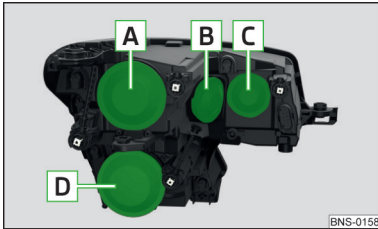

Abb. 368
Glühlampenordnung » Abb. 368
- › Die Schutzkappe **C** » Abb. 368 auf Seite 322 abnehmen.
- › Die Schutzkappe **C** » Abb. 368 auf Seite 322 einsetzen.
- › Die Schutzkappe **B** » Abb. 368 auf Seite 322 abnehmen.
- › Die Schutzkappe **B** » Abb. 368 auf Seite 322 einsetzen.
- › Die Schutzkappe **A** » Abb. 368 auf Seite 322 abnehmen.
- › Die Schutzkappe **A** » Abb. 368 auf Seite 322 einsetzen.
- Die Schutzkappe **D** » Abb. 368 auf Seite 322 abnehmen.
Die Schutzkappe **D** » Abb. 368 auf Seite 322 einsetzen.